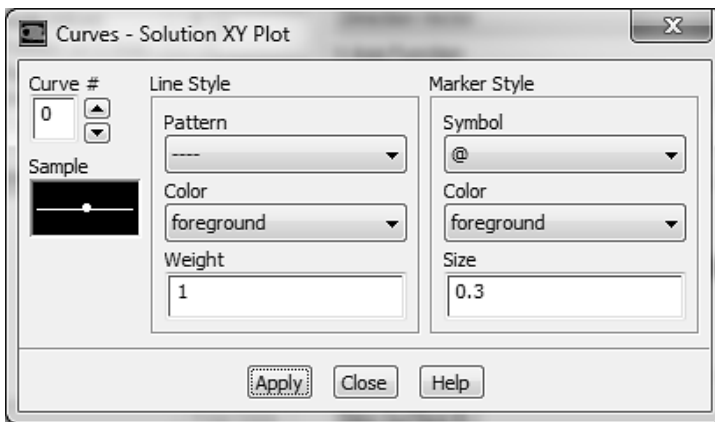

Рис. 1.69
- 6) В появившемся окне Curves - Solution XY Plot выбрать значение Pattern раздела Line Style, как показано на рис. 1.69.